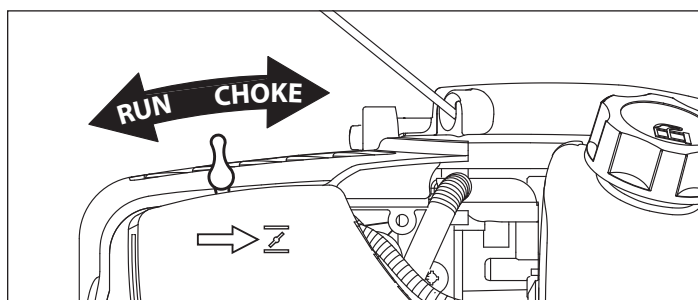

FIGURE 4
VOIR FIGURE 4.
REMARQUE : La position **SEMI-ÉTRANGLÉ** correspond à l'engagement du levier entre **ÉTRANGLÉ** et **MARCHE**. **VOIR FIGURE 4.**
- Placer le levier de départ en position **MARCHE** et serrer la commande des gaz jusqu'à la position souhaitée. **VOIR FIGURE 4.**